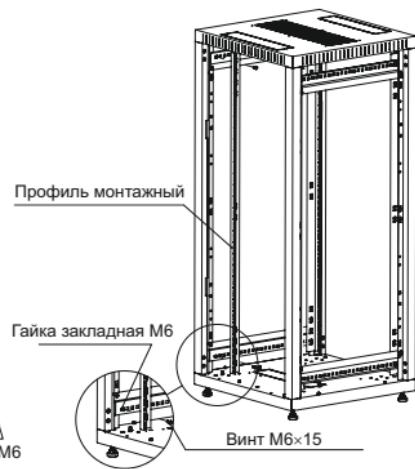

Рисунок 5 – Установка монтажных профилей
3.5 Для установки профилей монтажных вертикальных 19" вставьте закладные гайки M6 в квадратные отверстия боковых профилей с внешней стороны шкафа с учетом требуемой полезной глубины, профили монтажные закрепите винтами M6×15 с полукруглой головкой (рисунок 5). Глубина установки профиля монтажного при необходимости регулируется с шагом 20 мм.